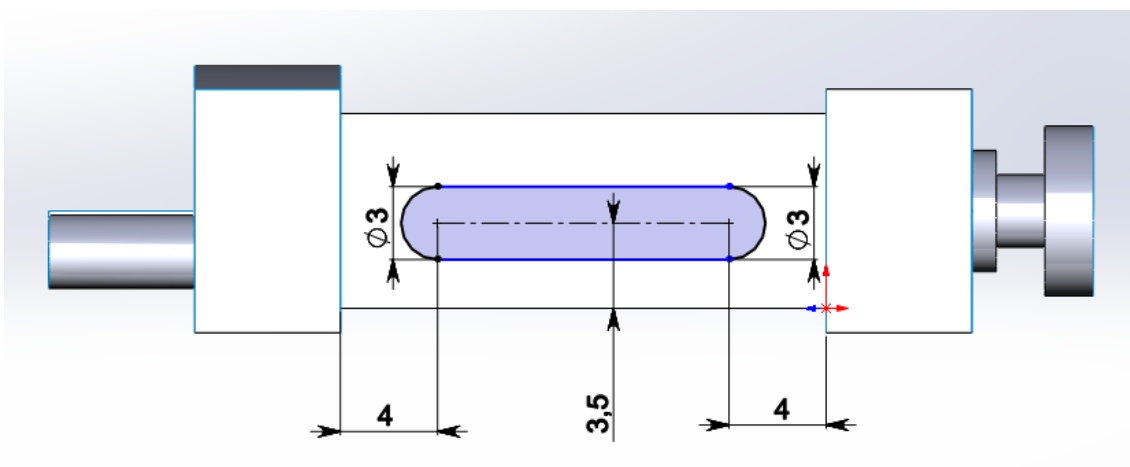

Рис. 25. Построение эскиза
26. Создадим вырез на боковой поверхности оболочки. Для этого выделяем необходимую поверхность и создаем эскиз, как на рис. 25. После этого можно закрыть редактор эскиза, нажав иконку  в верхнем правом углу окна просмотра модели.